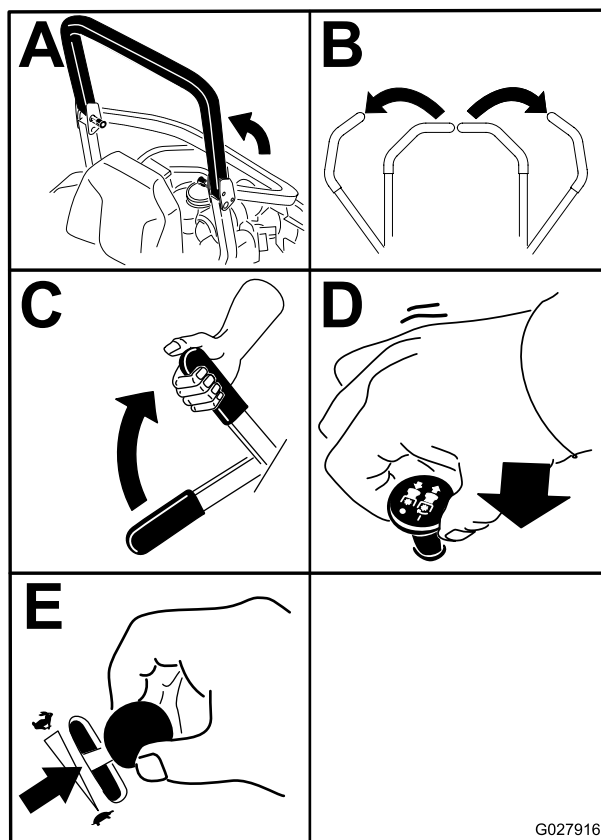

Figura 17
4. Spostate il comando delle lame (PDF) in posizione Off (Figura 17).